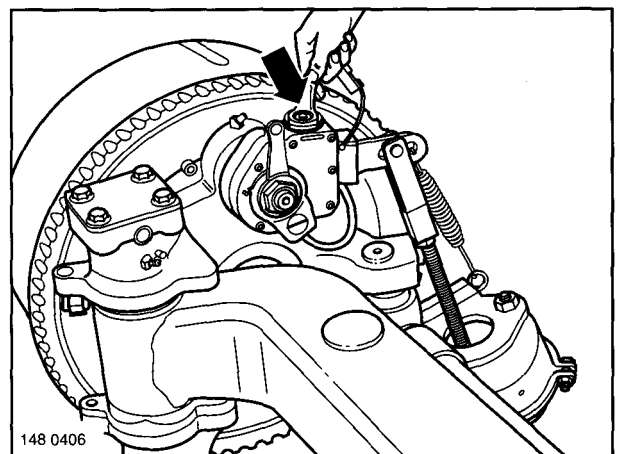

Fig. 6
- (3) Remove the plastic cap (Fig. 4/9) by turning it anti-clockwise. Press down the clutch cover with a ring spanner (Fig. 6/arrow) and, by turning it clockwise or anti-clockwise, position the pin hole in the brake lever exactly in the fork head. Insert the pin and secure it.
- (3) Enlever le capuchon plastique (figure 4/9) en le dévissant vers la gauche. A l'aide d'une clé polygonale, appuyer sur la douille d'accouplement (figure 6/flèche) et en tournant à gauche ou à droite, faire coïncider le trou du levier de frein avec le trou rond de la chape. Placer le boulon et l'assurer.
- (3) Kunststoffkappe (Fig. 4/9) durch Linksdrehung abnehmen. Kupplungshülse mit Ringschlüssel niederdrücken (Bild 6/Pfeil) und durch Links- oder Rechtsdrehung Bolzenloch im Bremshebel genau auf Rundloch im Gabelkopf ausrichten. Bolzen einsetzen und sichern.